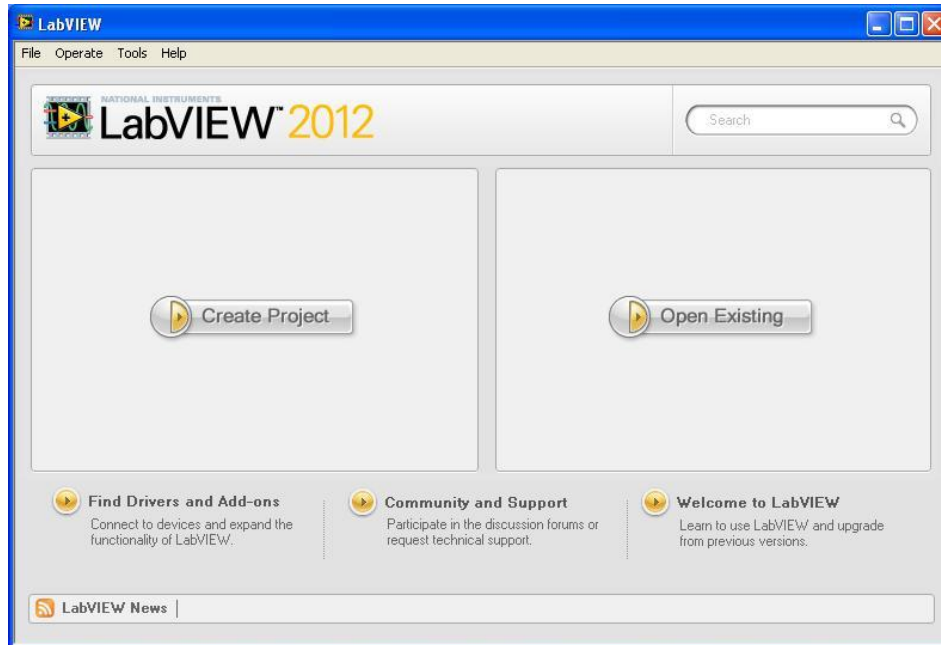

Рис.9.4.
1) Запускаем среду разработки Labview (см. рис.9.4).